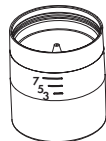

Рисунок 3-2
- Не переполняйте емкость: уровень жидкости не должен быть выше ограничительной (верхней) линии с отметкой 7 мл (см. рис. 3-2).